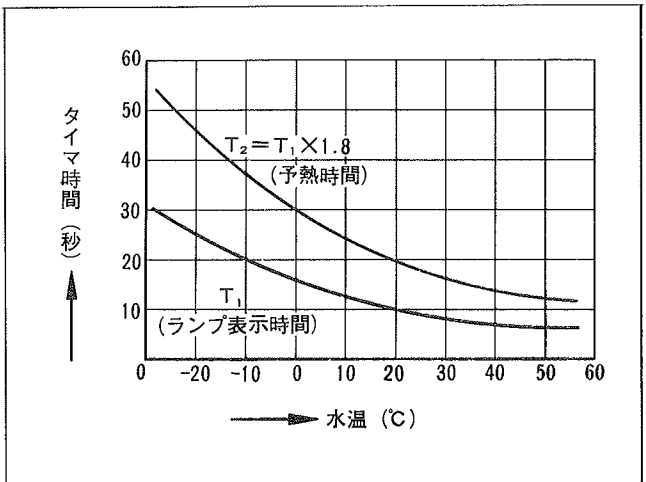

図4-290 冷却水温とタイマ時間の関係図
- ② スタート スイッチをONにしてから、基準時間（図4-290のT₂から求める）を経過したとき